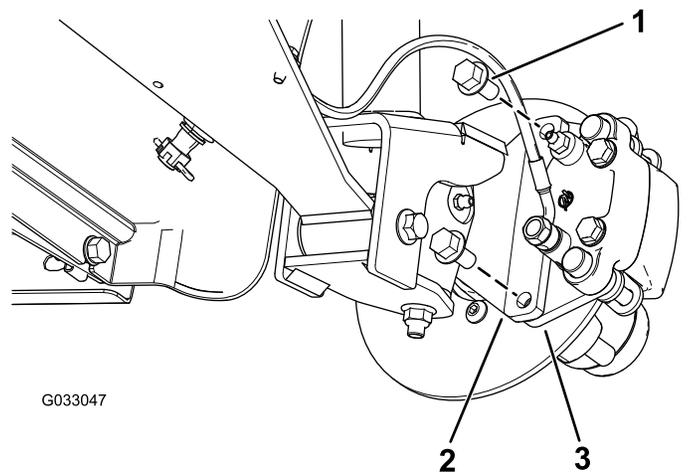

Figura 26
3. Retire os parafusos de cabeça flangeada ($\frac{3}{8} \times \frac{3}{4}$ pol.) que prendem o suporte para o conjunto dos travões ao eixo e afaste o travão do eixo (Figura 26).
2. Alinhe as pastilhas dos travões com cada lado do rotor (Figura 26) e os orifícios no suporte da pinça com os orifícios na montagem dos travões da estrutura do eixo (Figura 30).
3. Prenda o suporte da pinça à estrutura do eixo (Figura 26) utilizando os dois parafusos de cabeça flangeada ($\frac{3}{8} \times \frac{3}{4}$ pol.)